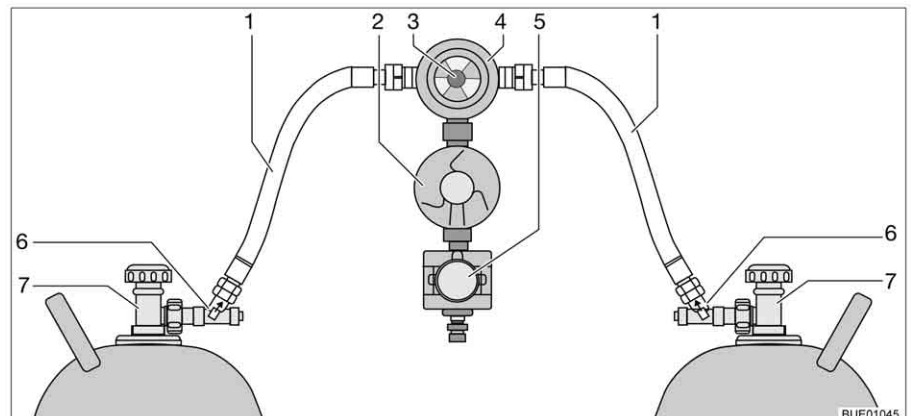

Fig. 146 Instalación de conmutación Crash Protection Unit
La Crash Protection Unit se compone de dos restrictores de desbloqueo manual (Fig. 146,6), una válvula selectora (Fig. 146,4) con regulador de presión (Fig. 146,2), una electroválvula (Fig. 146,5) y la unidad de mando con LED de tres colores. La válvula selectora está montada entre las dos gomas del gas (Fig. 146,1).
Con el botón giratorio (Fig. 146,3) en la válvula selectora se puede determinar cuál de las bombonas de gas se utilizará como bombona de servicio y cuál bombona de gas como bombona de reserva.
En la unidad de mando (Fig. 147) únicamente pueden conmutarse las funciones eléctricas. Las llaves de paso principales de las bombonas de gas (Fig. 146,7) y los desbloques (Fig. 146,6) deben abrirse a mano.
- Abrir las llaves de paso principales en las bombonas de gas (Fig. 146,7).
- Pulsar los desbloques (Fig. 146,6), uno tras otro, durante 10 segundos.
- Con el botón giratorio (Fig. 146,3) en la válvula selectora (Fig. 146,4), seleccionar la bombona de gas de la que habrá de tomarse el gas principalmente (bombona de servicio).
- Cerrar las llaves de paso principales en las bombonas de gas (Fig. 146,7).